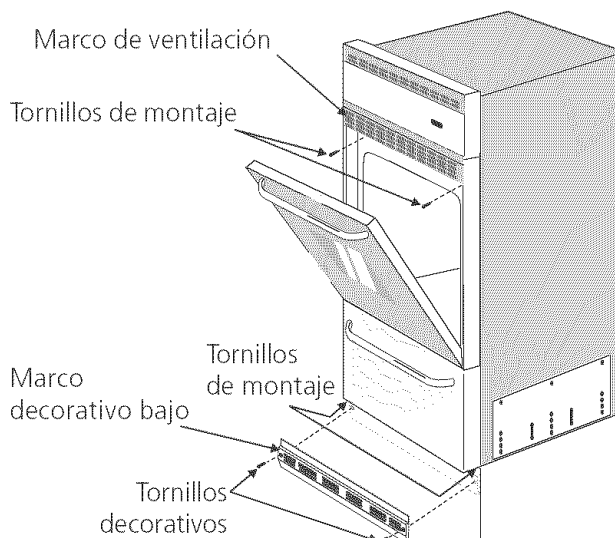

Figura 6
Para ajustar el artefacto al gabinete (figura 6):
2. **Facultativo:** Instale el marco decorativo bajo el artefacto (como lo muestra la figura 6) utilizando los 2 tornillos decorativos proporcionados con el artefacto.